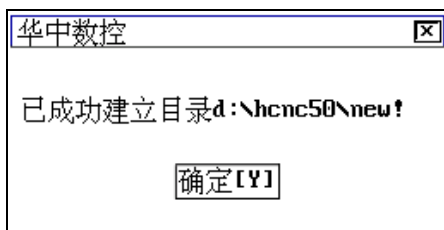
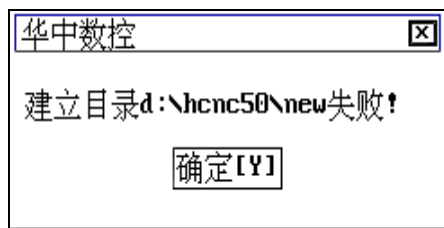

图 5.4.3 提示新建目录成功
图 5.4.4 提示新建目录失败
- (4) 连续按 **Tab** 键将蓝色亮条移到“搜寻”栏；
- (5) 按 **▼** 键弹出系统的分区表，用 **▲**、**▼** 选择分区，如[D:];
- (6) 按 **Enter** 键，文件列表框中显示被选分区的目录和文件；
- (7) 按 **Tab** 键进入文件列表框，用 **▲**、**▼**、**▶**、**◀**、**Enter** 键选中“新建目录”的父目录，如[HCNC50];
- (8) 按 **Tab** 键将蓝色亮条移到“文件名”栏；
- (9) 按 **Enter** 键进入输入状态（蓝色亮条变为闪烁的光标）；
- (10) 在“文件名”栏输入新建目录名，如“NEW”；
- (11) 按 **Enter** 键，如果新建目录成功，则弹出如图 5.4.3 所示的对话框，否则，弹出如图 5.4.4 所示的对话框。